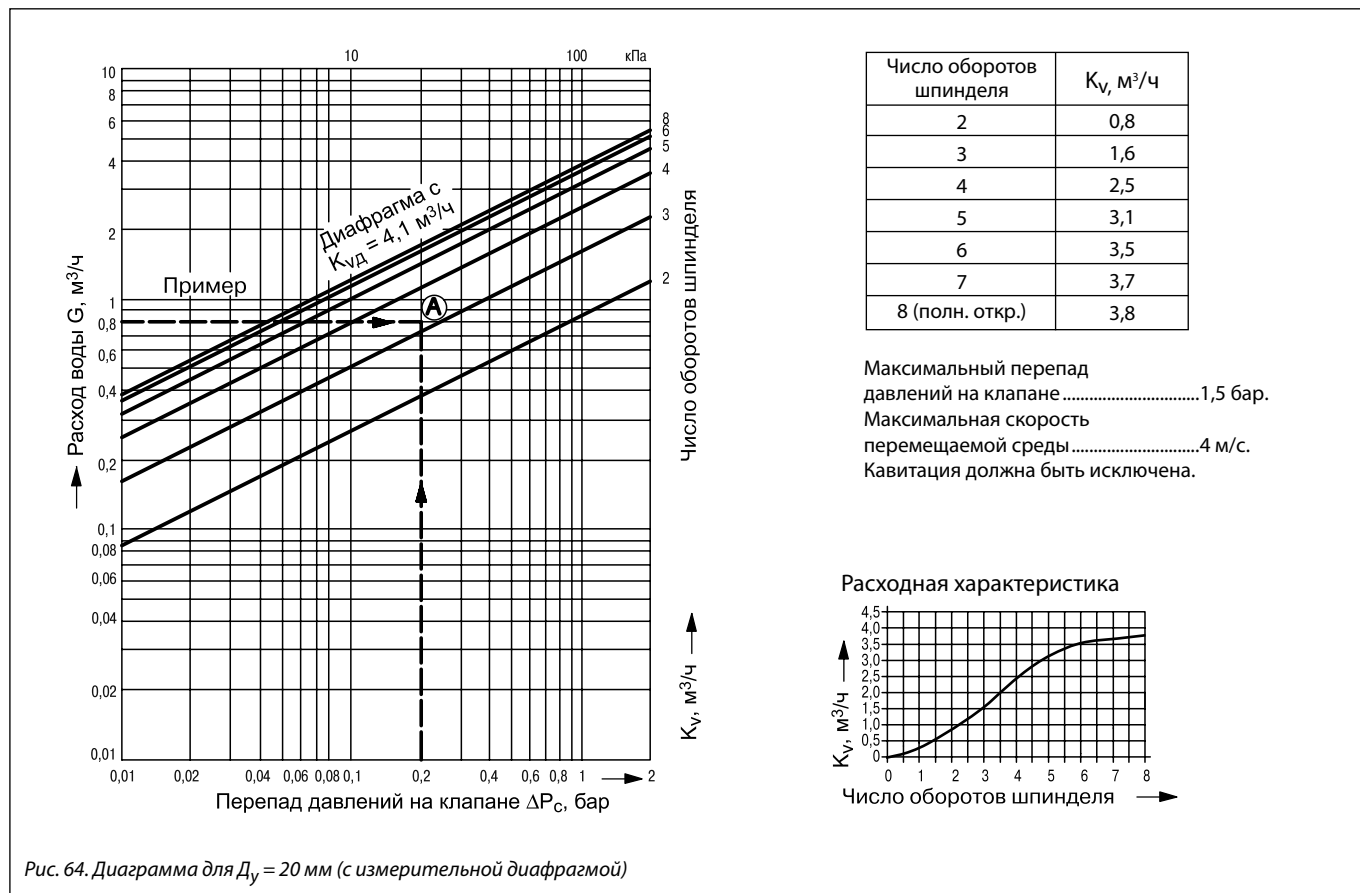

Рис. 64. Диаграмма для $D_v = 20$ мм (с измерительной диафрагмой)
2. По диаграмме (рис. 64) выбирается клапан $D_y = 20 \text{ мм}$, у которого настройка при расходе $G = 0,8 \text{ м}^3/\text{ч}$ равна 3,2.